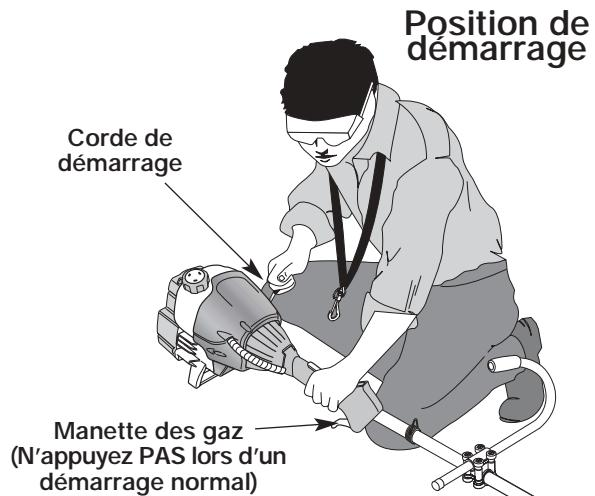

Fig. 18
AVERTISSEMENT: évitez tout démarrage accidentel. Tenez-vous en position de démarrage lorsque vous tirez sur la corde de démarrage (Fig. 18). L'opérateur et l'appareil doivent tous deux être en position stable pour éviter des blessures graves. Vérifiez la bonne installation de l'accessoire avant le démarrage de l'appareil.
- Accroupissez-vous en position de départ et n'appuyez pas sur la manette des gaz (Fig. 18). Tirez sèchement sur le cordon de démarrage jusqu'à 10 fois.